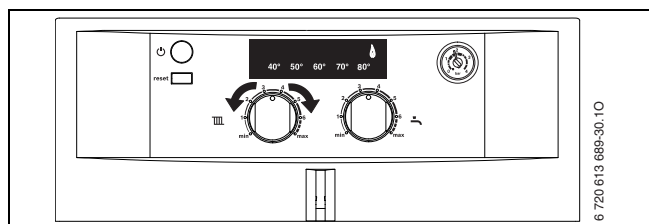

Fig. 30
- ▶ Desserrer la vis sur la tubulure de mesure pour la pression à l'injecteur (1) (→ page 23) et raccorder le manomètre à tube en U.
- ▶ Mettre le thermostat de la température d'ECS  en position médiane (→ fig. 30).